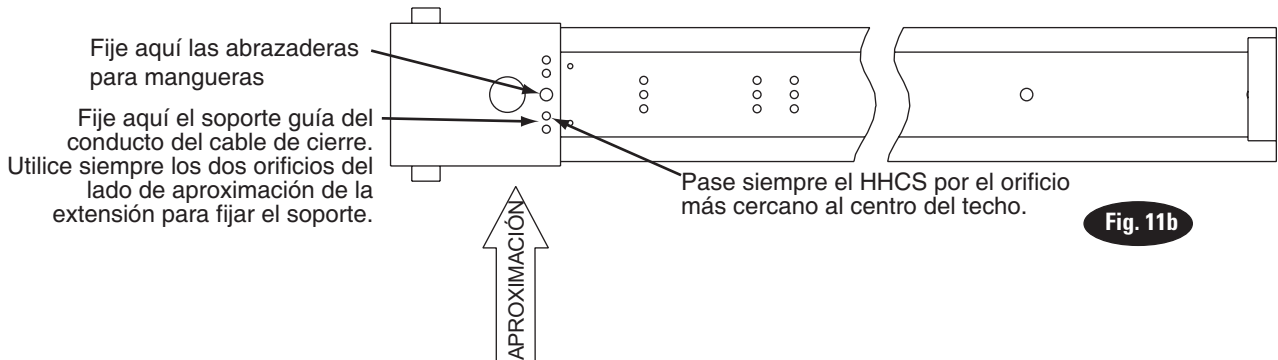

Fig. 11b
- D) Una los soportes guía del conducto del cable de seguridad a la parte superior como se muestra, Fig. 11a y Fig. 11b. Utilice siempre los orificios del lado de acceso del elevador. El HHCS debe de estar en el orificio más cercano al centro de la parte superior, Fig. 11b.